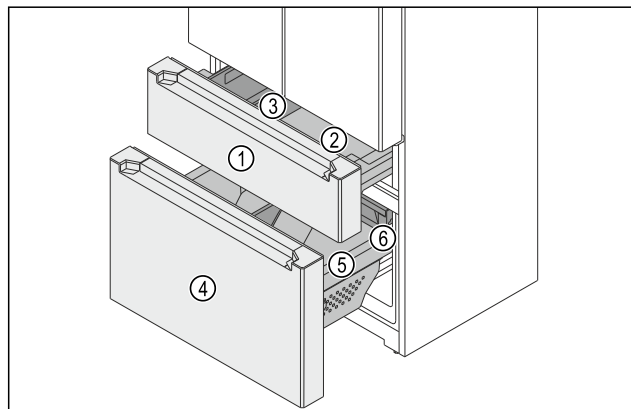

Fig. 149 Wózki wysuwane zamrażalki
Zamrażarka składa się z dwóch wózków wysuwanych. W górnym wózku wysuwanym Fig. 149 (1) znajduje się pojemnik Fig. 149 (2) oraz FlexBox Fig. 149 (3). W dolnym wózku wysuwanym Fig. 149 (4) znajduje się duży pojemnik Fig. 149 (5) oraz szuflada Fig. 149 (6). Pojemniki można wyjąć z górnego i dolnego wózka wysuwanego w celu wyczyszczenia.